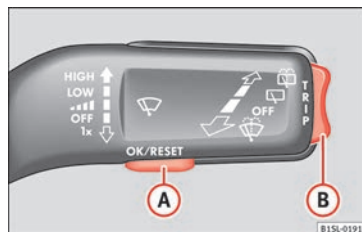

Abb. 33 Scheibenwischerhebel: Steuertasten.
- Falls eine Meldung oder das Fahrzeug-Piktogramm angezeigt wird, Taste **OK/RESET** (» Abb. 33 **A**) drücken.
- Wippe » Abb. 33 **B**) oben oder unten drücken, bis der gewünschte Anzeigeipunkt angezeigt wird.